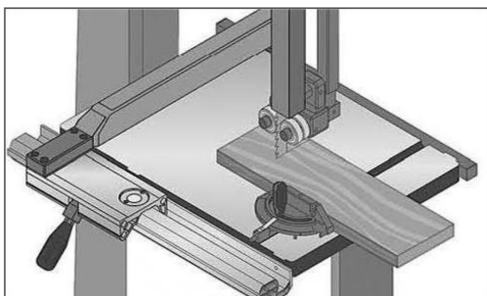

Рис. 45
- Отодвиньте параллельный упор в сторону. Равномерно прижмите заготовку к торцевому упору транспорта (рис. 45).